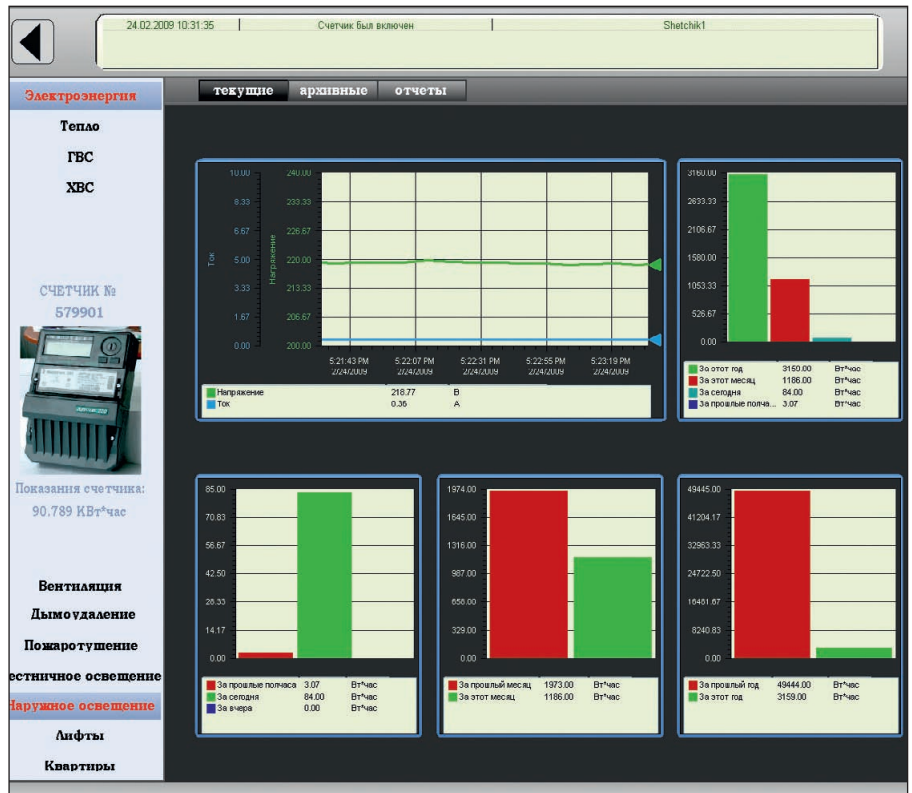

Рис. 4. Типовой экран с информацией об энергопотреблении
- отображение на мнемосхеме оперативной информации о параметрах состояния наружного освещения (например, об энергопотреблении – рис. 4);